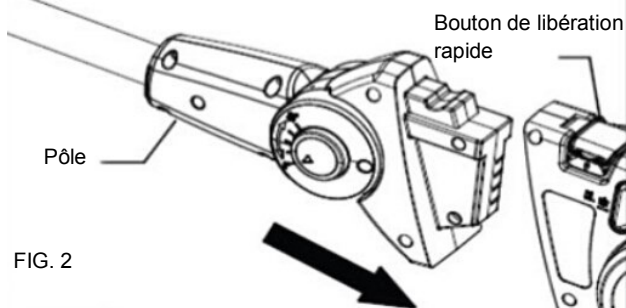

FIG. 2
2. Insérez le manche télescopique dans la tête de coupe de la tronçonneuse. Appuyez sur le bouton de libération rapide. Assurez-vous que le bouton de libération s'enclenche fermement pour verrouiller les pièces en sécurité. (Fig. 2)